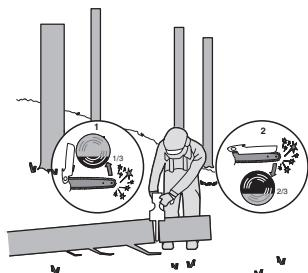

Bild 3
När stocken stötta i ena änden, så som visas på bild 3, såga in 1/3 diameter från undersidan (kapning från undersidan) (1). Avsluta med att kapa från ovansidan för att möta det första snittet (2).